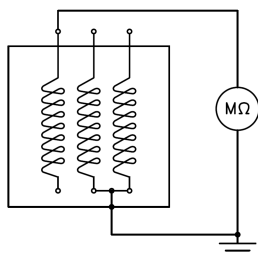

Figure 1
- **Stator principal** : la mesure de la résistance d'isolation sera réalisée en ayant soin de débrancher les connexions qui vont vers les dispositifs de réglage (régulateur de tension ou autres dispositifs) ou vers d'autres dispositifs du groupe. La mesure sera effectuée entre une phase et la masse, avec les deux phases restantes qui sont également reliées à la masse (opération devant être recommencée pour les trois phases). (voir **figure 1**)